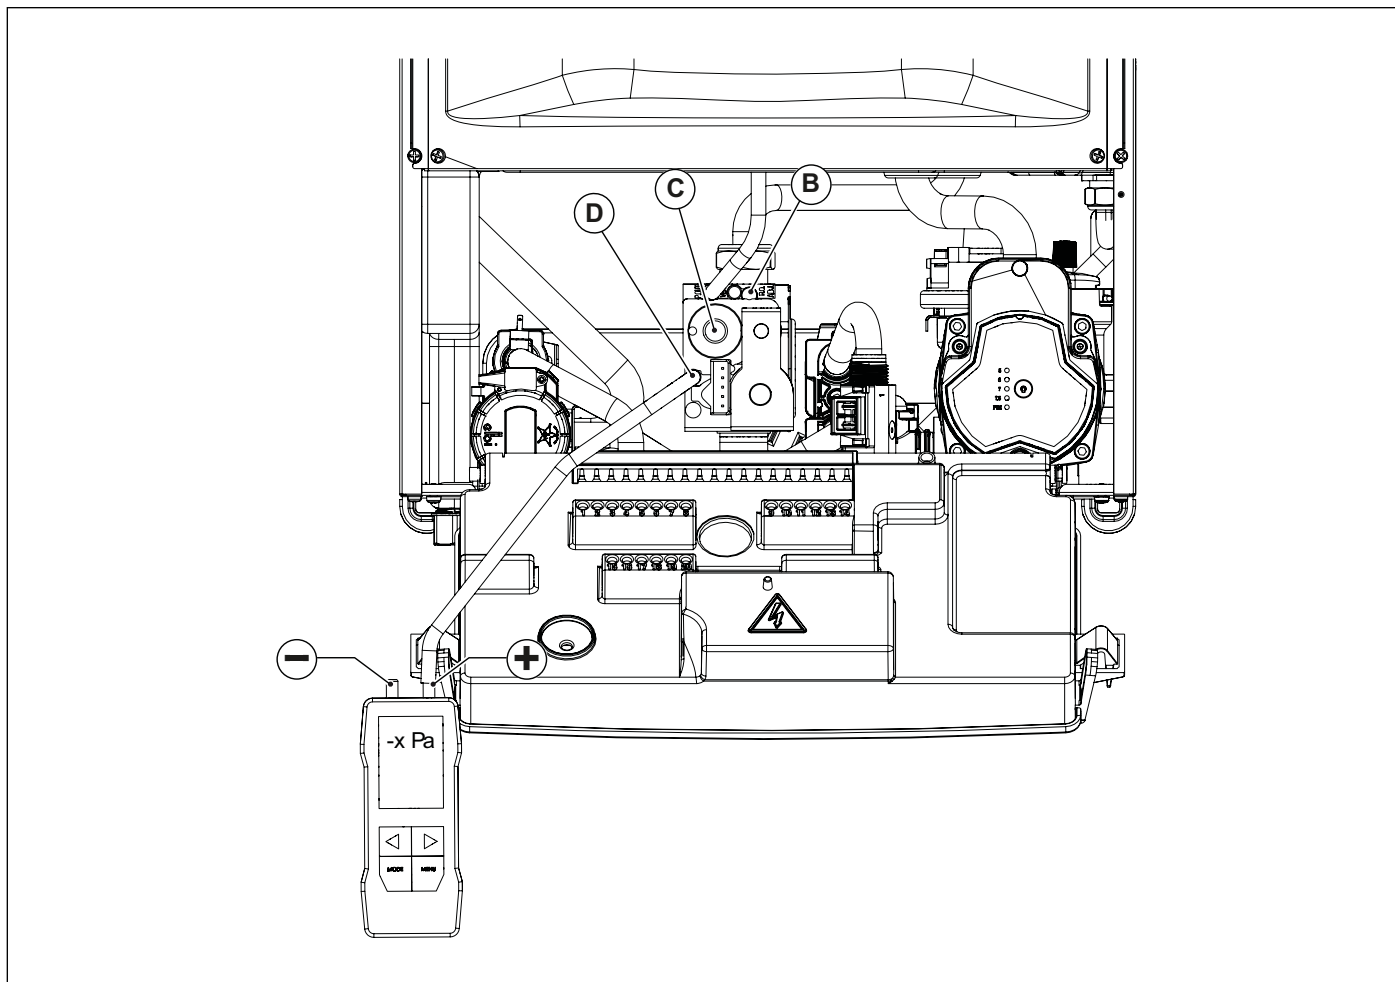

Fig. 37 Regolazione pressione di offset
- Verificare che il valore del monossido di carbonio (CO) nei fumi alla potenza massima sia al di sotto del limite della Tab. 30 Valori di O₂ nei fumi.
- Aprire la vite della presa di pressione di offset **D** e collegarla all'ingresso positivo (*) del manometro differenziale (vedi Fig. 37 Regolazione pressione di offset).